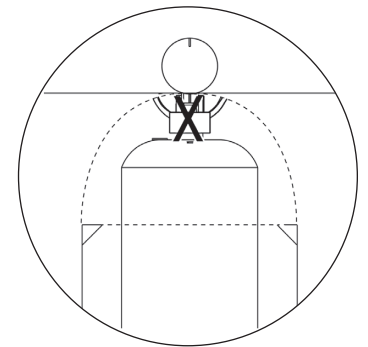

Figura 10
4. Consulte el diagrama para realizar una instalación adecuada (consulte la Figura 10).
3. Aplique la solución de detección de fugas en la ubicación "X", como se muestra (consulte la Figura 10).